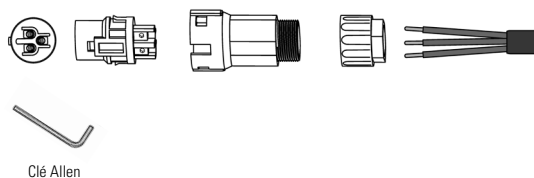

Fig. 29. Raccordement du câble dénudé à la borne.
- c. Insérer l'extrémité dénudée des trois fils dans l'orifice correspondant de la tête de la borne (fil jaune-vert dans le port PE, phase dans le port L et neutre dans le port N). Tirer sur le câble pour vérifier son bon raccordement (cf. Fig. 29) :